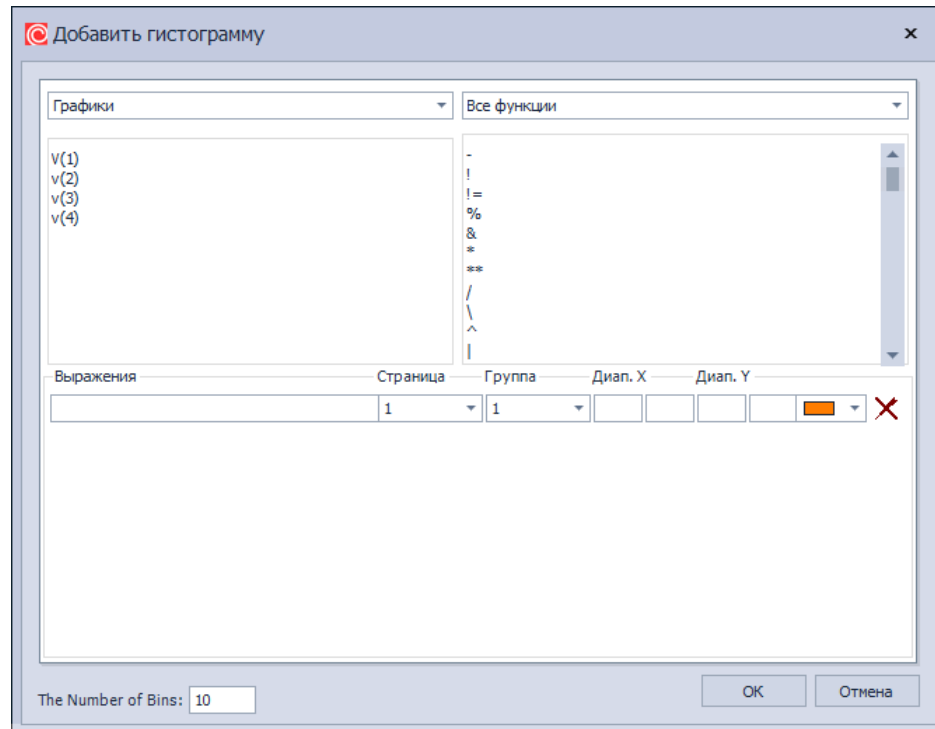

Рис. 135 Пример отображения окна добавления гистограмм
- Главного меню: «Графики» → «Добавить гистограмму...», либо с помощью иконки «Добавить гистограмму...» , расположенную на панели инструментов «SimOne Graphics» и имеет следующий вид, см. Рис. 135.